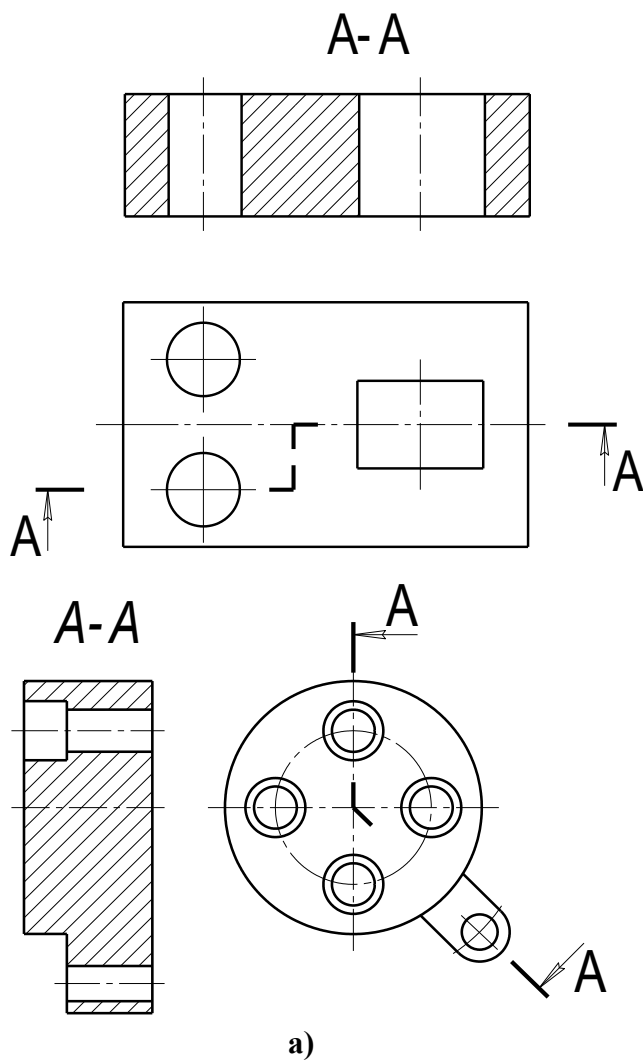

Рис.108 Сложные разрезы
- сложные - при двух и более секущих плоскостях (рис.108)
- ступенчатые, когда секущие плоскости располагаются параллельно (рис.108 а) и ломаные - секущие плоскости пересекаются (рис.108 б)